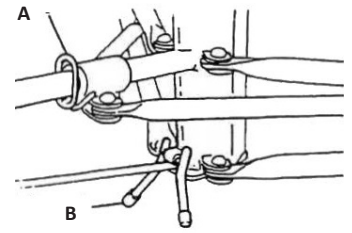

FIG. 1
1. Installez la base du trépied (Figure 1) :
- Appuyez sur l'anneau de l'étrier couissant (A). Maintenez l'anneau enfoncé pendant que vous faites pivoter les deux jambes avant vers l'extérieur jusqu'à ce que l'anneau de l'étrier s'enclenche dans le trou de verrouillage situé au bas du tube de la glissière.
- Pour empêcher la base du trépied de rouler vers l'arrière pendant l'assemblage, abaissez l'anti-dévieur (B) comme indiqué.